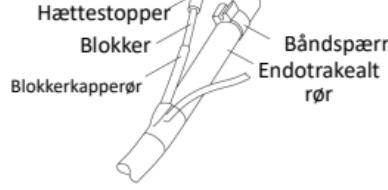

Fig. 6
1. Flyt hættestopperen, roter den (om nødvendigt), og monter den på blokkerrøret (Fig. 6).